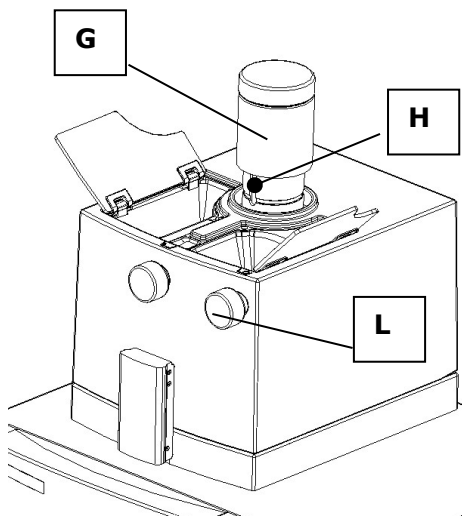

Fig. 5
- Si le pilon ne s'enclenche pas, il faut le tourner quelque peu et si nécessaire, bloquer le logement avec l'autre main pour que les goupilles d'arrêt puissent s'enclencher à cet endroit - **fig. 5.**
Augmentation de la pression : fig. 5
Diminution de la pression : fig. 5